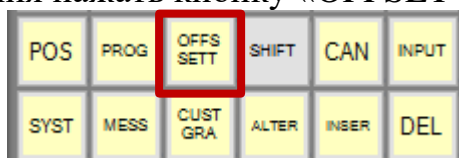

Рис.103. Кнопка «OFFSET SETTING»
4. На пульте управления нажать кнопку «OFFSET SETTING» (рис.103);